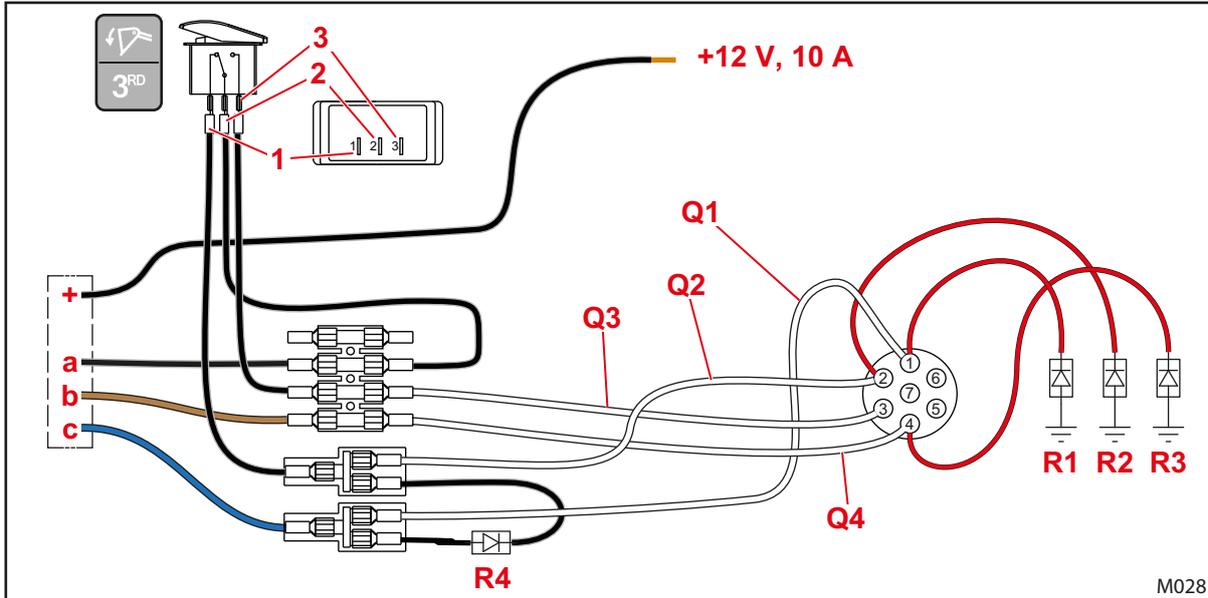

Fig. 7 Installazione elettrica – equipaggiamento per FZ-L (3° e 4° circuito di comando + svuotamento rapido + Return-To-Level con leva di comando a 3 tasti)
- (4) Posare il cavo verso la presa e qui collegarlo (vedere anche 4.1.2.7 *Montaggio della presa*) – Q1 al morsetto 1, Q2 al morsetto 2, Q3 al morsetto 3, Q4 al morsetto 4.
- (5) Collegare il cavo secondo Fig. 7.
- (6) Collegare il diodo di bloccaggio R4.
- (7) Condurre il cavo attraverso il telaio di incasso verso l'interruttore e collegarlo.
- (8) Collegare l'interruttore nel telaio di incasso.
- (9) Collegare il cavo + all'alimentazione di tensione (vedere 4.1.2.6 *Collegamento dell'alimentazione di tensione*).